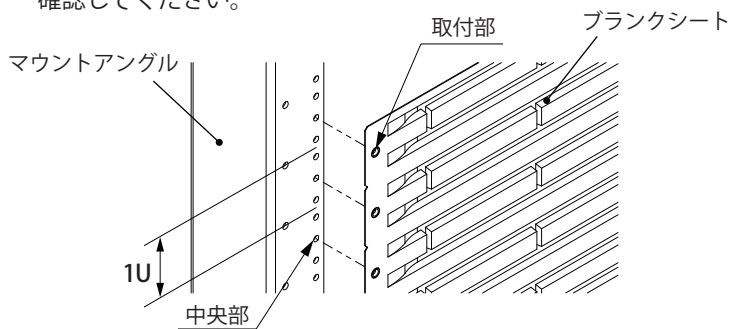

図2
2. 取付位置(1U)のスペース内にある、マウントアングルのM5穴(3か所)の中央部に、blankシート裏面左側の取付部を合わせ、押し込んでください。(図2)